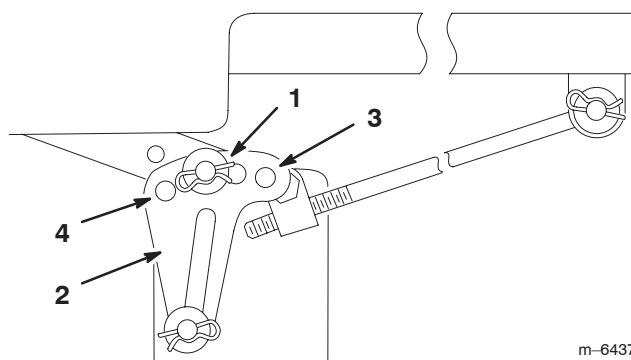

Figure 39
6. Enlevez la goupille fendue et la rondelle de la patte de mise à niveau (Fig. 39).
7. Pour mettre les lames de niveau, fixez les pattes de mise à niveau dans un autre trou à l'aide de la rondelle et de la goupille fendue (Fig. 39). Utilisez un trou plus en avant pour réduire la hauteur de la lame, ou un trou plus en arrière pour l'augmenter. Réglez les deux côtés selon les besoins.